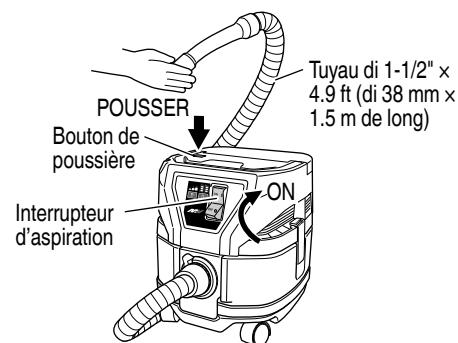

Fig. 19
- (1) Retirez le tube télescopique sur l'extrémité du tuyau.
- (2) Bloquez l'extrémité du tuyau avec votre main et mettez l'interrupteur d'alimentation sur ON. Ensuite, appuyez sur le bouton de poussière en haut de la tête pendant environ une seconde et relâchez le bouton. Répétez trois fois et la puissance d'aspiration devrait se récupérer. (**Fig. 19**)